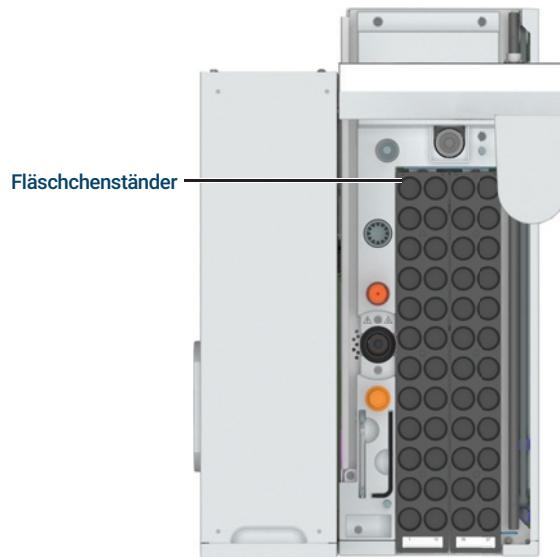

Abb.12. Fläschchenpositionen auf dem Probenteller (Teller für 48 Fläschchen abgebildet, Teller für 120 Fläschchen ähnlich)
- 2 Platzieren Sie die verschlossenen Probenfläschchen nach Bedarf auf dem Probenteller. Siehe **Abbildung 12**.